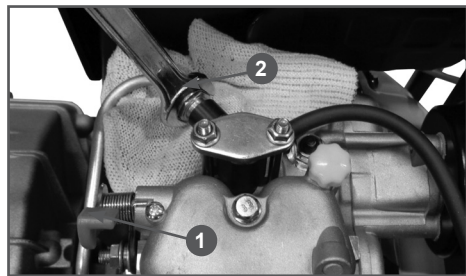

Рис. 15 Удаление воздуха из топливной системы
- Рожковым ключом 17 мм открутите гайку 2 крепления топливной трубки высокого давления к форсунке на 1-1,5 оборота (Рис. 15). Поместите под гайкой крепления топливной трубки высокого давления кусок ветоши.
4. Нажмите вниз рычаг 1 декомпрессора (Рис. 15) и одновременно, при нажатом вниз рычаге декомпрессора, проворачивайте коленчатый вал двигателя ручным или электрическим стартером, до тех пока из ослабленного соединения штуцера насоса и трубки высокого давления топливо не начнёт выходить без пузырьков воздуха.
7. Опустите рычаг 1 декомпрессора вниз (Рис. 15). Рычаг должен зафиксироваться в нижнем положении (он автоматически вернется в исходное положение после запуска, или когда вы снова потянете за ручку стартера).
5. Одной рукой удерживайте рычаг 1 декомпрессора в нижнем положении (Рис. 15), второй рукой поверните ключ зажигания в положение «START» и, удерживая его, раскрутите двигатель до максимальных оборотов. Отпустите рычаг декомпрессора, после чего двигатель начнет запускаться, произведя первую вспышку в камере сгорания.